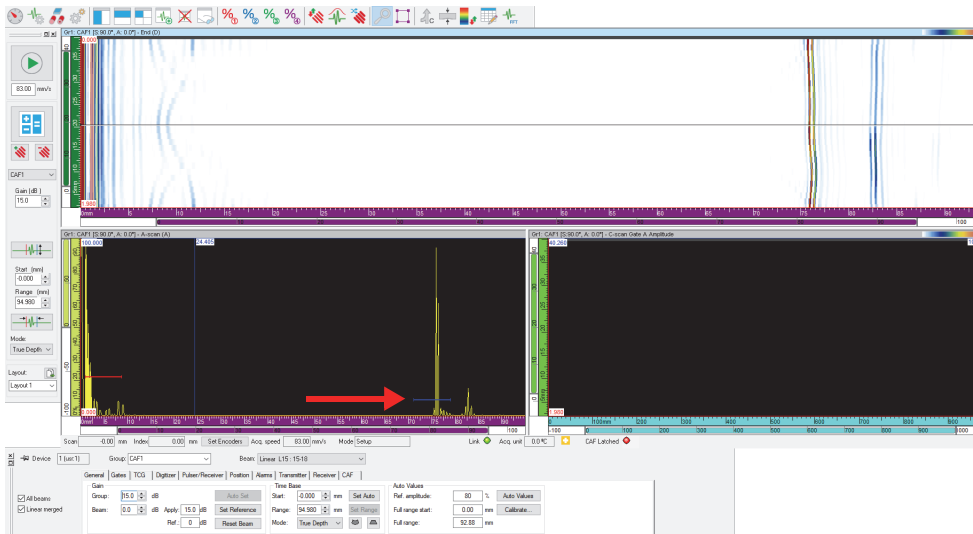
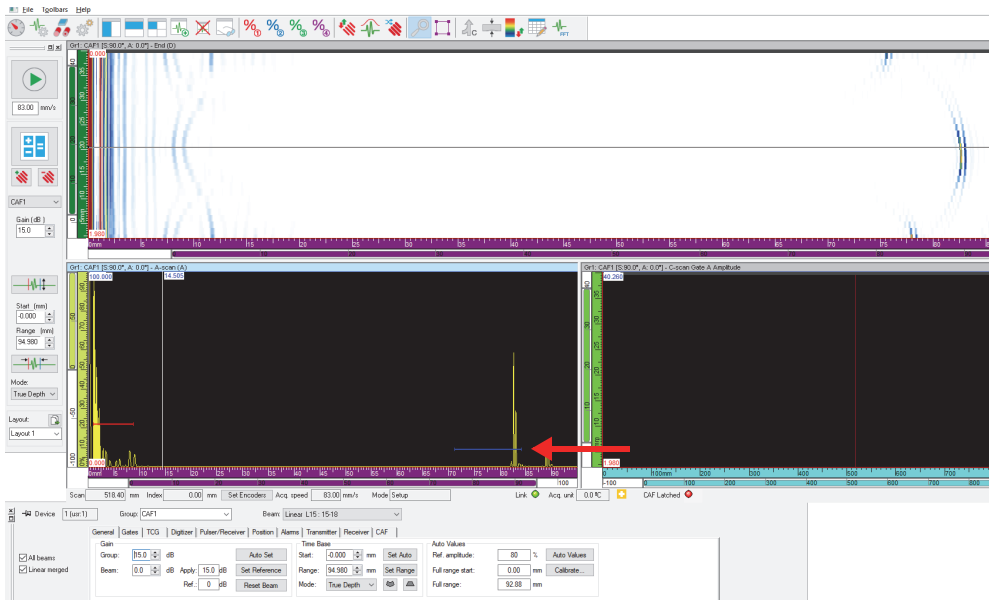

Figure 4-58 Définition du début de la porte d'interface
Figure 4-59 Définition de la fin de la porte d'interface
5. Alignez la sonde sur l'échantillon pour obtenir une bonne concentricité. Lorsque la sonde est concentrique avec un échantillon courbe, le signal apparaît plat, comme le montre la Figure 4-58 à la page 160.
6. À cette position, définissez le début de la porte d'interface (Figure 4-58 à la page 160).
- Si la géométrie de l'échantillon varie, passez à la position R2 (Figure 4-58 à la page 160). Définissez la fin de la porte d'interface (Figure 4-59 à la page 161).